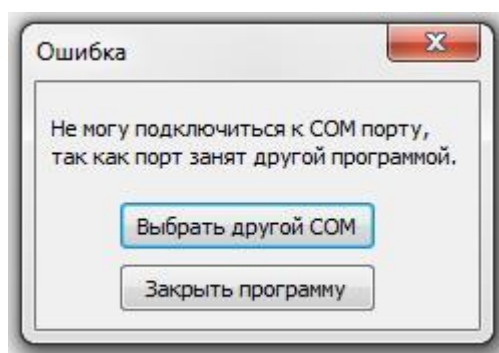

Рисунок 3
2.2.3 Если при запуске программы COM порт ПЭВМ занят другим приложением или не доступен, на экране появиться окно «Ошибка» (рисунок 3).